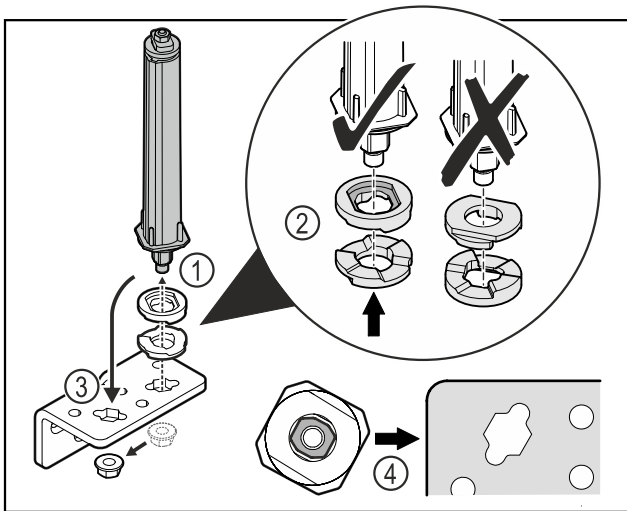

Fig. 23
- Mutter lösen und Türschließsystem entfernen Fig. 23 (1).
- Auf die korrekte Ausrichtung der Höhenverstellscheiben achten Fig. 23 (2).
- Türschließsystem im Scharnierwinkel umsetzen und mit der Mutter fixieren Fig. 23 (3).
- Beim Einsetzen auf die korrekte Ausrichtung des Türschließsystems achten Fig. 23 (4).